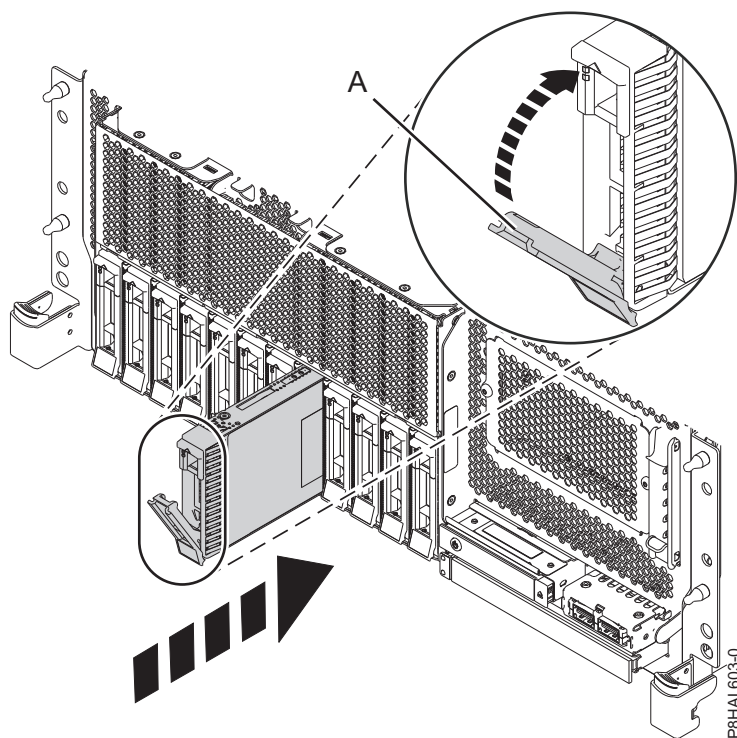
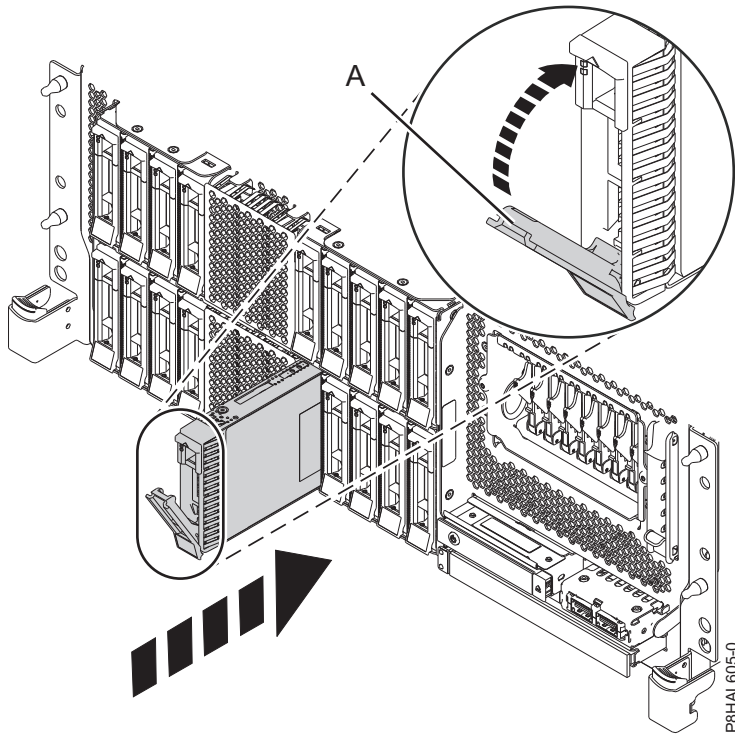

Figura 79. Sustitución de una unidad de disco en un sistema de función base montado en bastidor
Figura 80. Sustitución de una unidad de disco en un sistema de función ampliada montado en bastidor
3. Desbloquee el asa de la bahía de unidad (A) ejerciendo presión y tirando de ella hacia usted. Si el asa no está extendida del todo, la unidad no entra en el sistema. Consulte la Figura 79, la Figura 80 en la página 90, la Figura 81 en la página 91 y la Figura 82 en la página 92.
7. Cuando el LED de identificación se encienda de manera fija, deslice la unidad hasta el fondo del sistema y empuje hacia adentro el asa de la portadora de unidad (A) hasta que quede encajada, como se muestra en la siguiente figura. la Figura 79, Figura 80 en la página 90, la Figura 81 en la página 91 y la Figura 82 en la página 92.